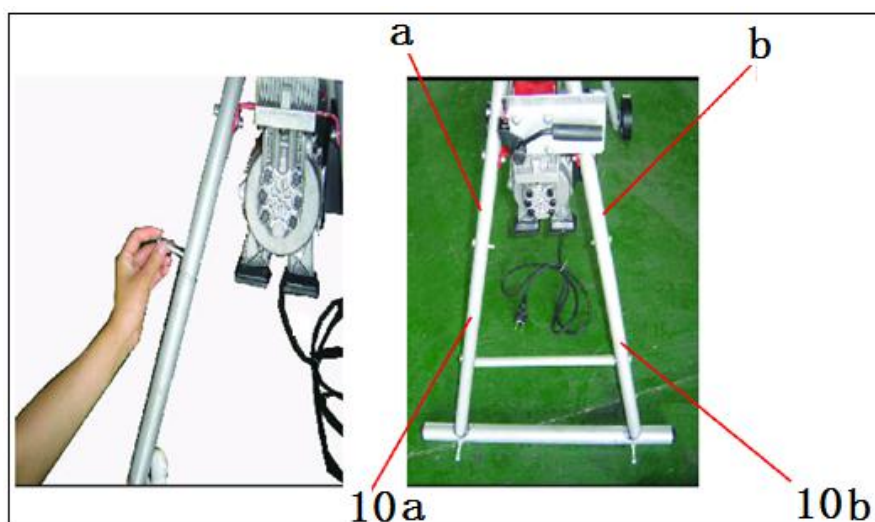

fig.2
- a) Raccordez le support avant (10a) au tuyau de raccordement (a) et le support avant (10b) au tuyau de raccordement (b) à l'aide de boulons et d'écrous (fig.2).